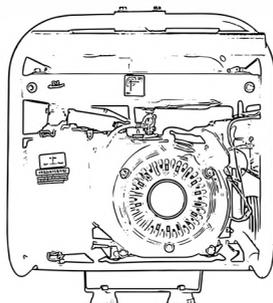

Figure 9 : Face avant de l'appareil
- Demandez à une deuxième personne d'incliner l'appareil du côté du câble (face avant). Voir figure 9.